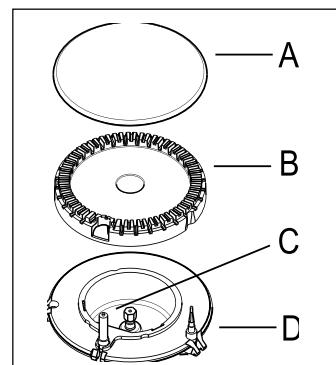

Рис. 1
- После появления пламени подержите ручку нажатой около **5 секунд**. Это даст термопаре (рис. 1 - поз. D) нагреться и отключить предохранительное устройство, в противном случае подача газа будет прервана. Затем убедитесь в стабильности пламени и отрегулируйте его на нужный уровень. Если после нескольких попыток разжечь горелку не удается, проверьте крышку горелки (рис. 1, поз. А) и рассекатель (рис. 1, поз. В) находятся в правильном положении.
Электрический розжиг выполняется с помощью керамического и металлического электродов (рис. 1, поз. С). Содержите эти детали в чистоте для предотвращения трудностей с розжигом, а также проверяйте, чтобы отверстия в рассекателе пламени горелки не были засорены.